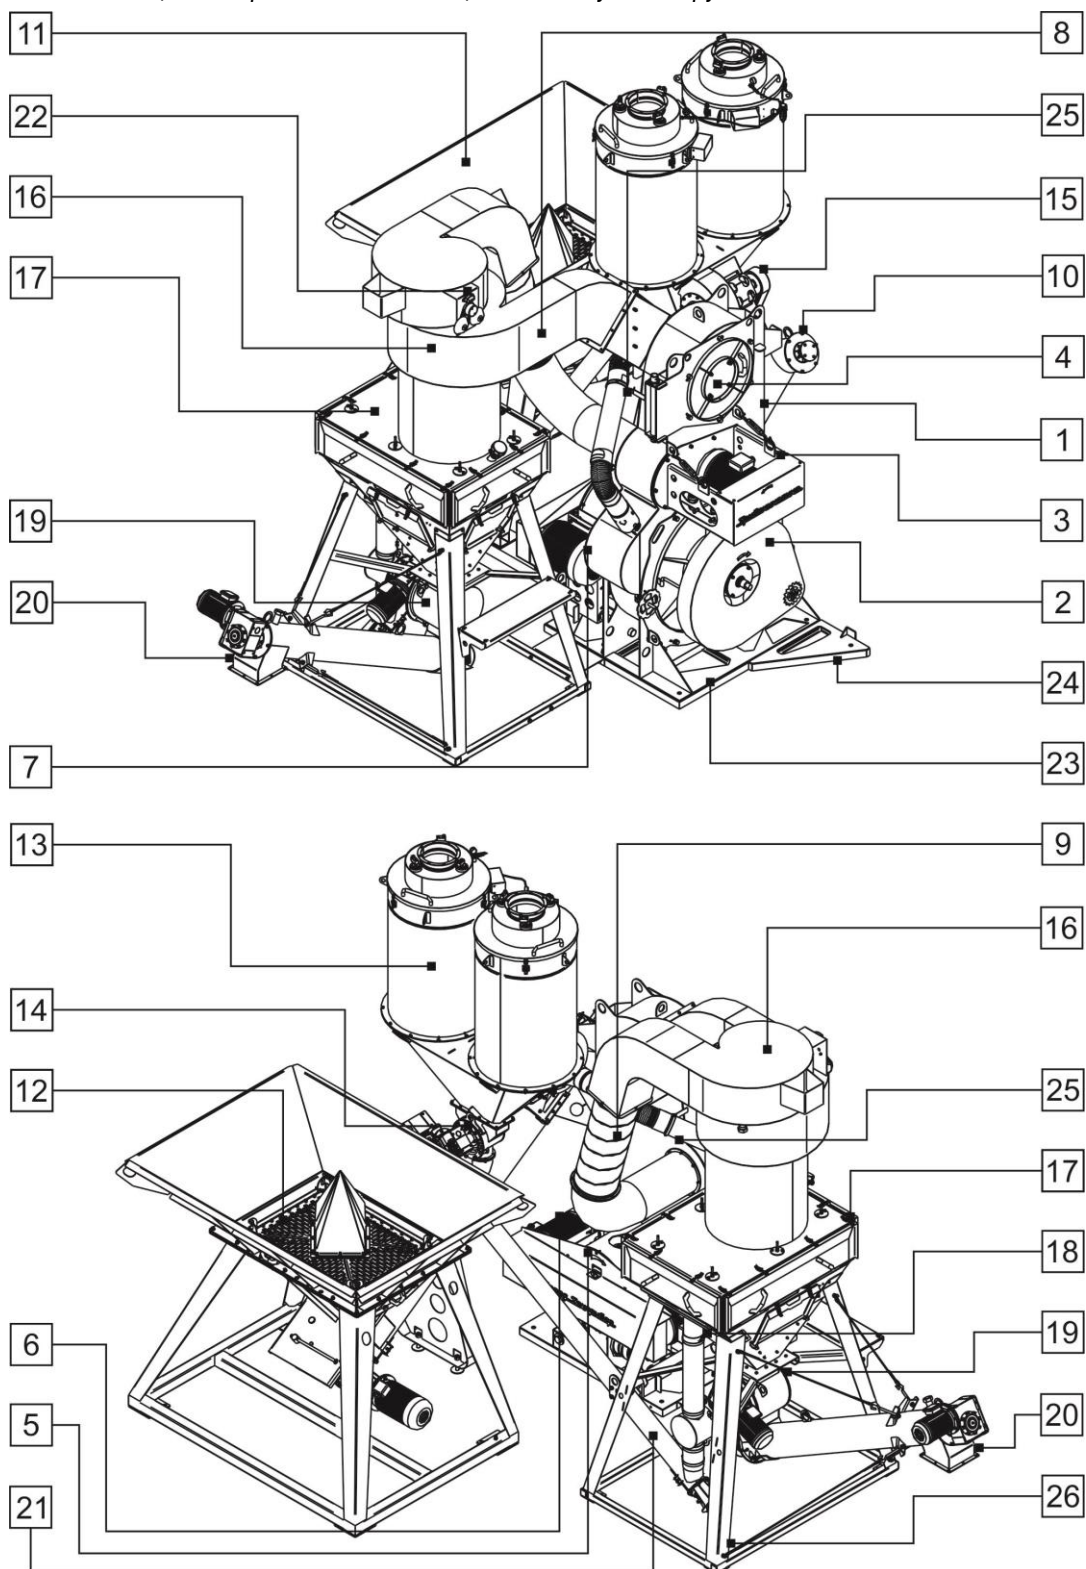

Рис. 2
Изделие (Рис. 2) состоит из монокорпуса (1), в нижней части которого находится блок элеватора (2), в средней - вентилятор наддува (3), в верхней – воздушно-центробежный классификатор (4). С противоположной стороны монокорпуса (1) расположены: обечайка амортизационного блока (5), электродвигатели (6, 7) привода ротора-ускорителя, кожух клиноременной передачи, механизм адаптивной системы натяжения ремней главного привода (АСНР), транспортный (8) и возвратный (9) воздуховоды.
При комплектовании изделия установкой дозирования активирующей смеси «ПАВ-300-12-92» (на Рис. 2 не показана) она может быть расположена со стороны блока элеватора (2), при этом ввод добавки в монокорпус (1) осуществляется через полый вал элеватора.
Элементы системы регенерации сита (на Рис. 2 не показаны), могут быть установлены на предусмотренные для этих целей посадочные места корпуса рассеивателя (17), которые в стандартном состоянии поставки изделия закрыты заглушкой.
Для управления работой изделия служат: выносной электрический пульт с блоком БАУ «МИКРОН», шкаф пневматических компонентов систем регенерации, пульт установки дозирования активирующей смеси «ПАВ-300-12-92» (на Рис. 2 не показаны).
В процессе помола в центр ротора-ускорителя, помимо кусков сырья, также может подаваться активирующая добавка. Разогрев активирующей добавки осуществляется в установке дозирования «ПАВ-300-12-92» (на Рис. 2 не показано). Присутствие добавки в зоне интенсивного образования новых поверхностей позволяет получать порошки с высокой степенью гидрофобности при относительно низком расходе активирующей смеси.